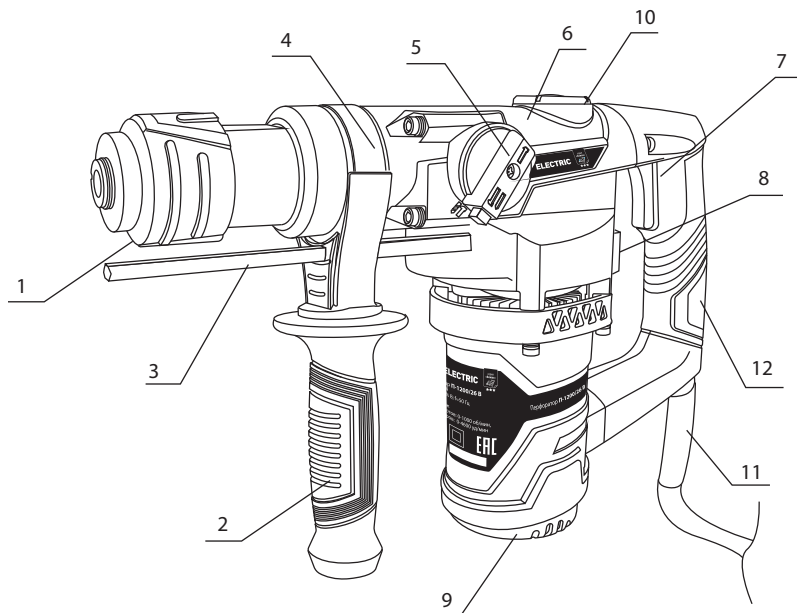

Рисунок 1. Органы управления и индикации
механизму посредством специального подшипника с качающейся наружной обоймой. Рабочий инструмент (бур, пика и др.) устанавливается и фиксируется в патроне SDS-Plus 1 (рисунок 1) с помощью хвостовика специальной формы типа SDS-Plus.
Включение перфоратора осуществляется нажатием на клавишу 7 (рисунок 1) выключателя.
6.3.2. Переключение режимов работы осуществляется с помощью переключателей 8 (рисунок 1). Для выбора режима работы, необходимо нажать на кнопку с торца и повернуть переключатель 5 (рисунок 1).
6.4.1. Перфоратор имеет постоянную частоту вращения инструмента, включается нажатием на клавишу 7 выключателя (рисунок 1).
6.6. Установка сменного инструмента. Бур с хвостовиком типа SDS-Plus вставить в отверстие патрона без усилия и слегка повернуть вокруг своей оси так, чтобы шлицы совпали с пазами хвостовика (инструмент «западает» на 1...2 мм), затем вставить бур до упора. Специальный механизм предотвращает самопроизвольное выпадение бура из патрона. Для удаления бура наружный стакан патрона 1 (рисунок 1) отвести назад до упора, вынуть инструмент.
6.7. Установка глубины обработки. С помощью ограничителя глубины обработки, расположенном в верхней части дополнительной рукоятки 3 (рисунок 1) можно установить требуемую глубину сверления. Для этого ослабьте фиксатор, раскрутив дополнительную рукоятку 3 (рисунок 1) путём вращения против часовой стрелки, она опустится ниже, затем выставьте требуемый размер обработки (расстояние от вершины сверла/бура до конца ограничителя) и закрутите дополнительную рукоятку путём вращения по часовой стрелке для затяжки и фиксации глубиномера.
7.1.2. Установите, если необходимо, и надежно закрепите дополнительную рукоятку 2 (рисунок 1). Установите и надежно закрепите нужный сменный инструмент в патрон (подраздел 6.6. Установка сменного инструмента).
7.1.3. Убедитесь, что перфоратор выключен. Для этого нажмите до упора и отпустите клавишу выключателя 7 (рисунок 1).
7.2.1. Включение. Подключите вилку электрического кабеля к электрической сети, нажмите на клавишу выключателя **7** (рисунок 1), перфоратор включится. Для продолжительной работы на максимальных оборотах необходимо нажать и зафиксировать нажатие на клавише выключателя **7** (рисунок 1).
8.1. Установите сменный инструмент. Проверьте правильность и надежность его закрепления. Очистите хвостовик бура и нанесите смазку для буров перед его установкой (примерно 0,5-1 г). Такая смазка хвостовика и патрона **1** (рисунок 1) обеспечивает равномерный износ и увеличивает срок службы инструмента и оснастки. Вставьте бур в патрон **1** (рисунок 1) инструмента. Поверните бур и протолкните его, пока он не зафиксируется. После установки всегда проверяйте надежность закрепления бура на месте, попытавшись вытащить его из патрона. Чтобы удалить бур из перфоратора, нажмите вниз на крышку патрона **1** (рисунок 1) и вытащите бур.
8.2. Установите дополнительную рукоятку **2** (рисунок 1). После этого затяните рукоятку путем поворота по часовой стрелке в желаемом положении. Возможна установка в любом положении при вращении на 360° вокруг корпуса инструмента. Для снятия дополнительной рукоятки **2** (рисунок 1) ослабьте крепление поворотом против часовой стрелки.
8.2.1. Глубиномер удобен при сверлении/бурении отверстий одинаковой глубины. Отверстие фиксации глубиномера расположено в верхней части рукоятки **2** (рисунок 1), ослабление глубиномера для его смещения и регулировки углубления происходит после ослабления рукоятки путем вращения против часовой стрелки, для закрепления и фиксации необходимо закрутить рукоятку до упора по часовой стрелки.
Для бурения в бетоне, каменной кладке и т. д. поверните рычаг изменения режима работы **5** (рисунок 1) к символу «бур и молоток». Воспользуйтесь буром с наконечником из сплава карбид вольфрама.
7.2.2. Выключение. Просто отпустите клавишу выключателя **7** (рисунок 1).
**ВНИМАНИЕ! При попадании бура в металлическую арматуру, залитую в бетон, при засорении отверстия щепой и частицами или в случае, когда просверливаемое отверстие становится сквозным, на инструмент/сверло воздействует значительная и резкая сила скручивания. Всегда пользуйтесь боковой рукояткой **2** (рисунок 1) и крепко держите инструмент и за боковую рукоятку **2** (рисунок 1) и за основную ручку при работе.**
Для сверления в дереве, металле или пластиковых материалах поверните рычаг изменения режима действия **8** (рисунок 1) к символу «бур». При использовании сверел необходимо убедиться в том, что хвостовик – цилиндрической формы с насечкой посадки SDS-plus, который можно установить в патрон инструмента. Последовательность действий по установке сверлильного патрона с переходником SDS-plus смотрите в подразделе 6.6. Установка сменного инструмента.
Для операции штробления, разрушения или скобления поверните вращатель изменения режима действия **5** (рисунок 1) к символу «молоток». Воспользуйтесь соответствующим режиму работы точечным долотом (пикой), плоским зубилом, зубилом для скобления и т. д.
**ВНИМАНИЕ! Не вращайте рычаг выбора режима работы **5** (рисунок 1), если инструмент работает**